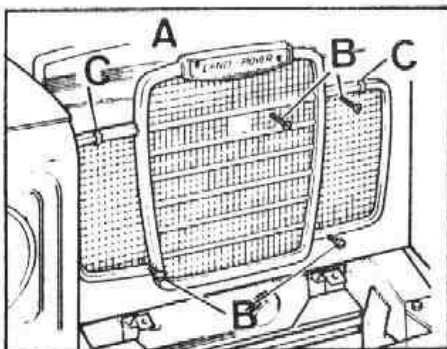

Fig. G-5 Rejilla del radiador
- 3.1. Desmontar la rejilla, A (Fig. G-5), sujeta por los tornillos, B, y los clips C.
- 3.5. Instalar la rejilla, fijándola con sus elementos (Fig. G-5).